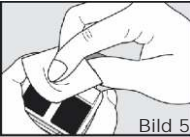

Bild 5
Reinigen Sie vor dem Aufkleben der Klebeelektroden die beiden schwarzen Elektrodenpads ⑤ mit dem beigefügten Alkohol-Reinigungstuch (Siehe Bild 5) oder mit einem handelsüblichen Alkohol-Reinigungstuch.